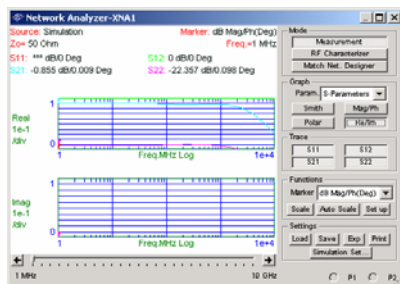

图 5-99 实数/虚数格式
4) Re/Im 按钮：设定图形显示为实数/虚数格式，如图 5-99 所示。